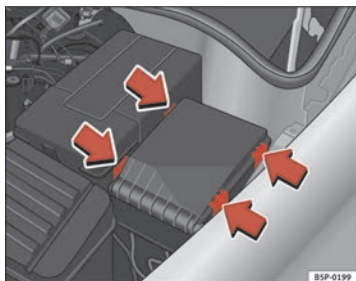

Abb. 183 Sicherungsdeckel im Motorraum
- Haken Sie den Sicherungsdeckel im Motorraum an den Laschen aus, indem Sie die Laschen zur Deckelmitte drücken ⇒ Abb. 183.